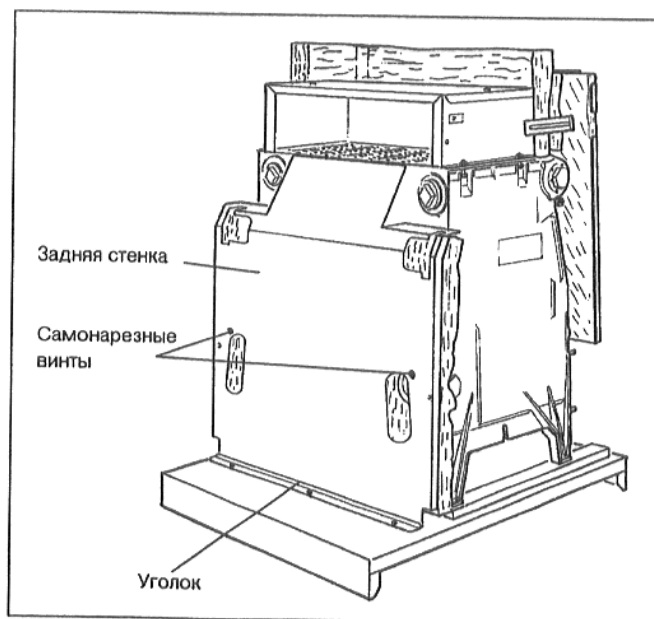

Рис. 20
- Вставить заднюю стенку сверху в приливы концевых секций и привинтить двумя самонарезными винтами (Рис. 20).
- Уложить уплотнительный шнур внизу на заднюю стенку и привинтить уголок тремя самонарезными винтами (Рис. 20).